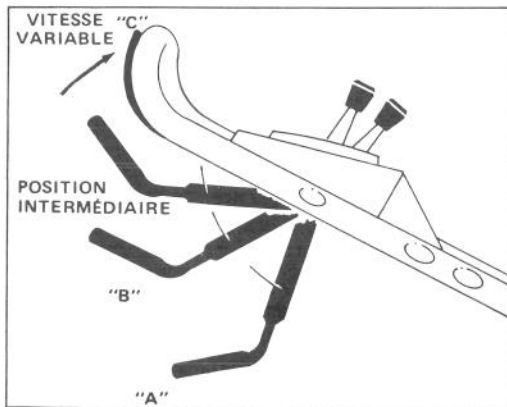

Figure 8
5. FONCTIONNEMENT DE LA LAME ET UTILISATION EN TRACTION (Fig. 8) – Positionnez la barre de commande en "A" et levez-la pour engager la lame "B". Placez le contrôle de vitesse au sol au réglage désiré et comprimez la barre de commande contre le mancheron "C" pour entraîner. La vitesse au sol varie en fonction de l'espace entre la barre de commande et le mancheron. Pour désembrayer la direction de traction, mais garder la lame engagée, relâchez graduellement la barre de commande jusqu'en position avec la lame désengagée, il suffit de comprimer la barre de commande contre le mancheron, afin d'éliminer tout jeu vers le bas nécessaire à l'engagement de la lame.